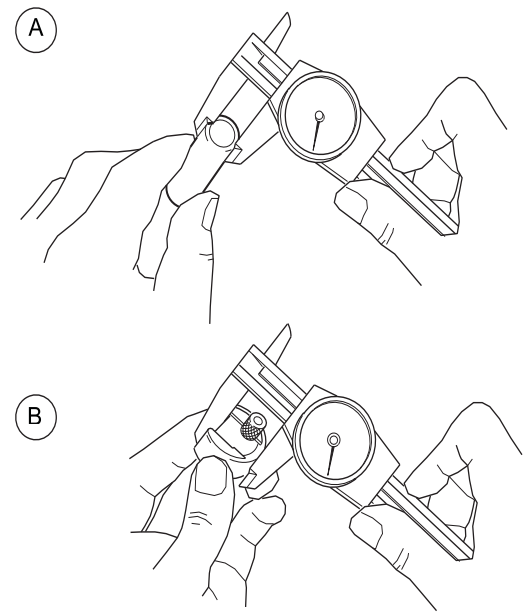

図 8：アーク・ギャップ・ゲージを設定する
1. ノギスまたはマイクロメーターを使用して、溶接物の外径サイズを測定します。図 8 (A) をご参照ください。M200 パワー・サプライの場合、「自動作成」機能を使用すると、アーク・ギャップ・ゲージ設定値を自動で計算します。
3. アーク・ギャップ・ゲージを調節して 82 ページの表の設定値に合わせます。図 8 (B) をご参照ください。